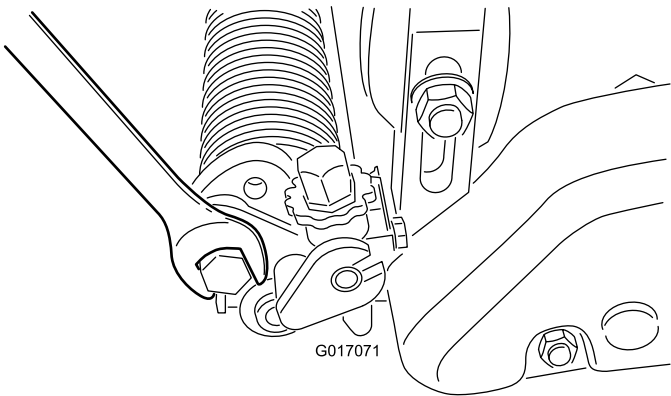

Figura 21
- A. allentate i bulloni sui bracci destro e sinistro del groomer (Figura 21).
- C. Serrate i bulloni che fissano la regolazione (Figura 21).